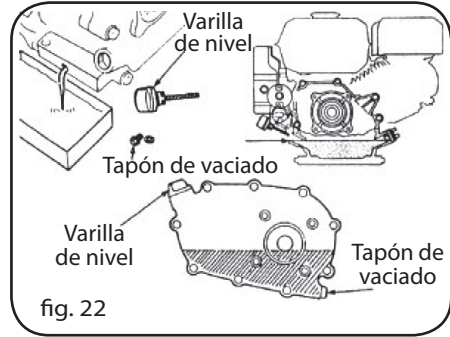

fig. 22
- Desenrosque el tapón del aceite y el tapón de vaciado para vaciar por completo el depósito de aceite. Enrosque de nuevo el tapón de vaciado (Fig. 22).